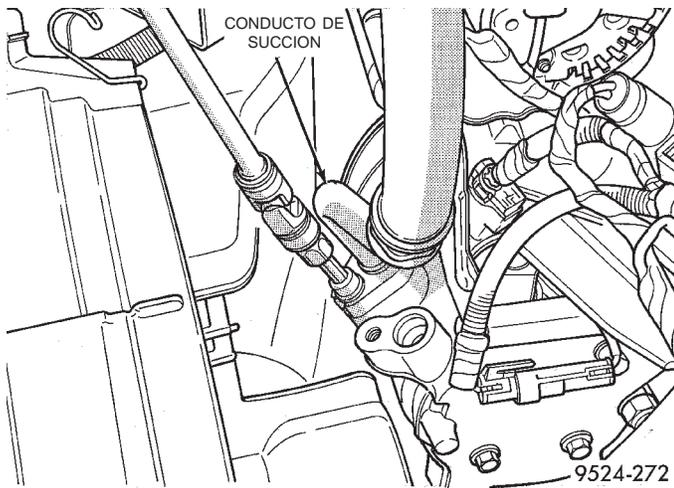

Fig. 72 Conductor de succión en el compresor
- (4) Desconecte el conducto del extremo del compresor (Fig. 72).
- (5) Retire el conducto de succión del vehículo.